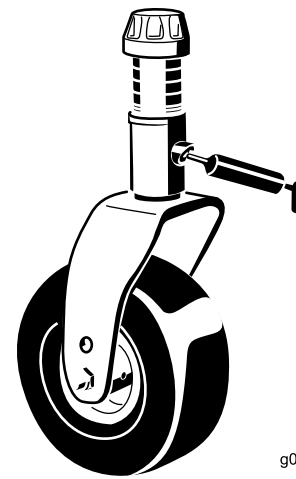

Figura 43
- Casquillo (1) del eje de la horquilla de las ruedas giratorias (Figura 43)
- Casquillos del pivote del brazo tensor (1) (situados en el brazo tensor)